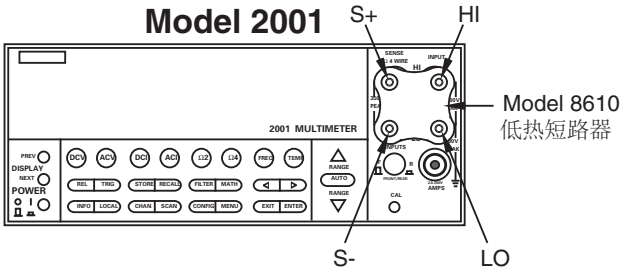

Figure 2-1
2. 连接8610型低热短路器到仪器INPUT和SENSE端子, 如图2-1所示。达到热平衡之前至少等待三分钟。